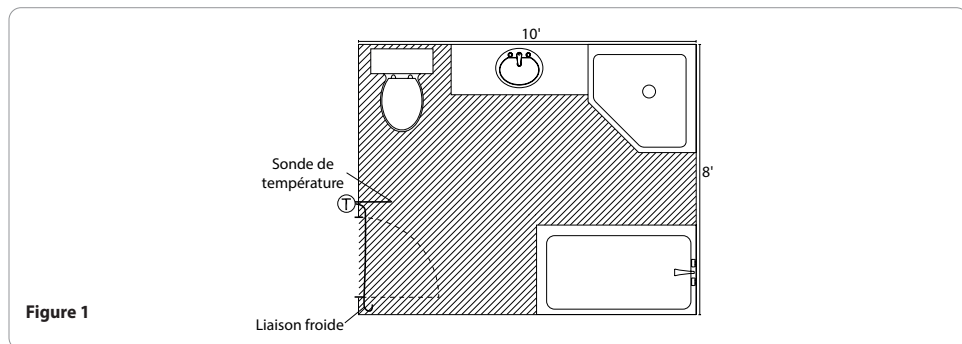

Figure 1
- Indiquer tous les éléments fixes (toilette, bain, douche, comptoirs, commodes et ameublement permanent) et s'assurer de ne jamais installer le câble chauffant sous ces éléments fixes (Figure 1);